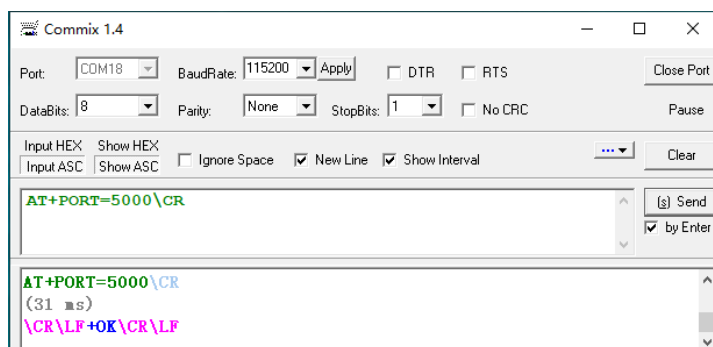

图 6-3 设备网络端口设置界面
- 3) 设置设备网络端口，如图 6-3 所示，设备网络端口设置为 5000;